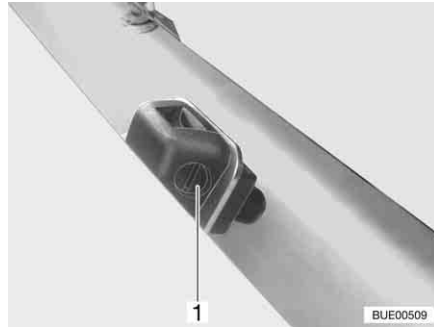

Fig. 41 Boquillas de limpiaparabrisas
- Girar el tornillo de ajuste (Fig. 41,1) con un destornillador apropiado hasta que se alcance la posición deseada.